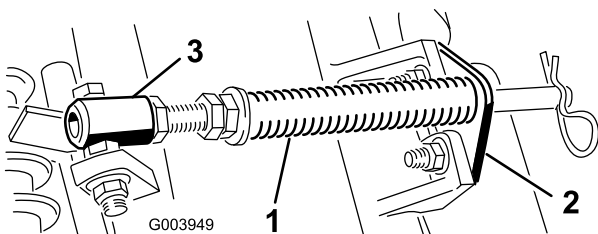

Bild 5
- A. Nehmen Sie die zwei Schlossschrauben und Muttern ab, mit denen die Stangenhalterung an den Nasen des Mähwerks befestigt ist (Bild 5).
- B. Nehmen Sie die Bundmutter ab, mit denen die Schraube des Federrohrs an der Trägerschraubennase befestigt ist (Bild 5). Nehmen Sie das Bauteil ab.